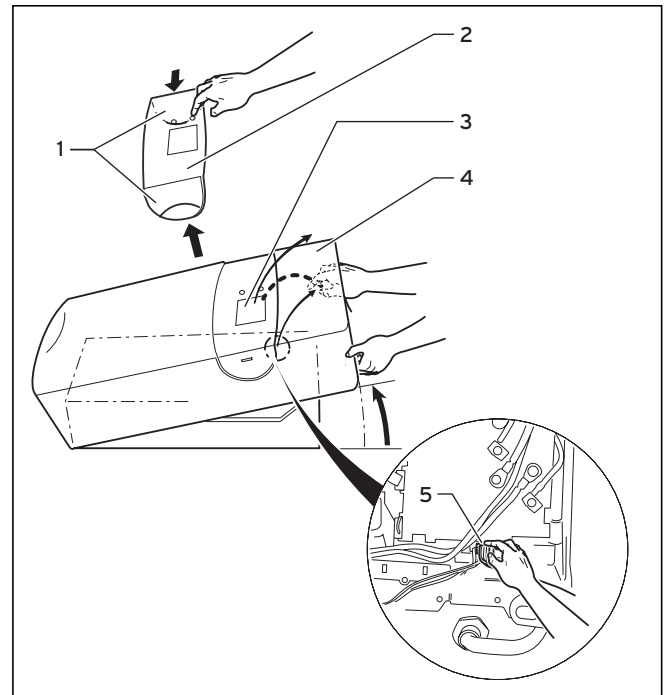

Рис. 5.3 Снятие и установка обшивки аппарата
- Снимите обе боковые планки козырька с аппарата (1) и снимите козырек (2), см. рис. 5.3.
- Отпустите винт (3).
- Поверните нижнюю часть обшивки аппарата (4) вперед.
- Винтите на место винт (3), см. рис. 5.3.